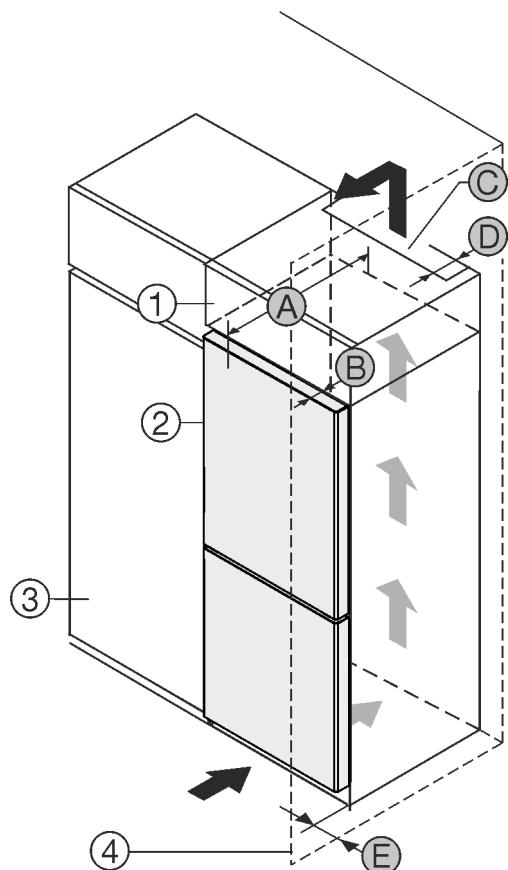

Fig. 1
Gerät direkt neben dem Küchenschrank Fig. 1 (3) aufstellen.\*
An der Rückseite des Aufsatzschrankes muss ein Abluftschacht mit der Tiefe Fig. 1 (D) über die gesamte Aufsatzschrankbreite vorhanden sein.\*
Unter der Raumdecke muss der Entlüftungsquerschnitt Fig. 1 (C) eingehalten werden.\*
Wenn das Gerät mit den Scharnieren neben einer Wand Fig. 1 (4) aufgestellt wird, muss der Abstand zwischen Gerät und Wand mindestens 13 mm (0.51 in) betragen.\*
Wenn das Gerät mit den Scharnieren neben einer Wand Fig. 1 (4) aufgestellt wird, muss der Abstand zwischen Gerät und Wand mindestens 20 mm (0.79 in) betragen.\*
Um die Türe vollständig öffnen zu können, muss Gerät um die Türtiefe Fig. 1 (B) gegenüber der Küchenschrankfront vorstehen. Abhängig von der Tiefe der Küchenschränke Fig. 1 (3) und Verwendung von Wandabstandshaltern kann das Gerät weiter herausragen.\*